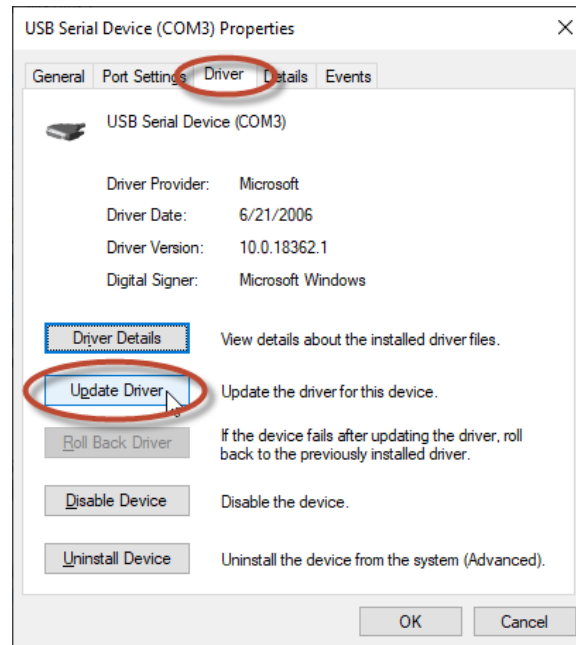

Figura 62-5. Propiedades del dispositivo serie USB
- Paso 4. En la ventana Propiedades del dispositivo serie USB (COM#), seleccione la pestaña Controlador y haga clic en Actualizar controlador. Consulte la Figura 62-5.